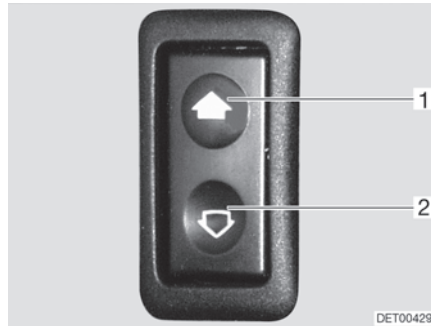

Fig. 26 Interrupteur pour lève-vitre électrique
- Ouvrir :* ■ Pousser l'interrupteur vers le bas (Fig. 26,2).
- Fermer :* ■ Pousser l'interrupteur vers le haut (Fig. 26,1).